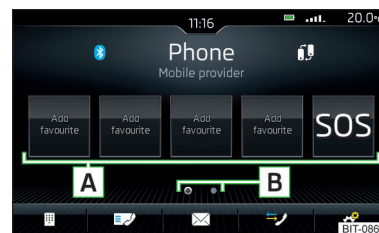

Fig. 153 Contactos preferidos
- Pulsar en el menú principal *Teléfono* la superficie funcional libre deseada **A** » fig. 153.
- Para el **cambio del grupo de memoria**, pulsar la superficie funcional **B** » fig. 153.
- Para la **elección**, pulsar la superficie funcional **A** » fig. 153 ocupada.
- Mantener pulsada en el menú principal *Teléfono* la superficie funcional deseada y ocupada **A** » fig. 153.